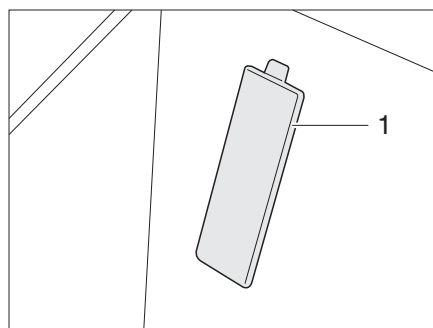

Fig. 270 Tapa del número de chasis (vehículo básico Fiat)
- ▷ En los vehículos con base de Fiat, el número de chasis se encuentra debajo de una tapa (Fig. 270,1) en la entrada del lado del acompañante.